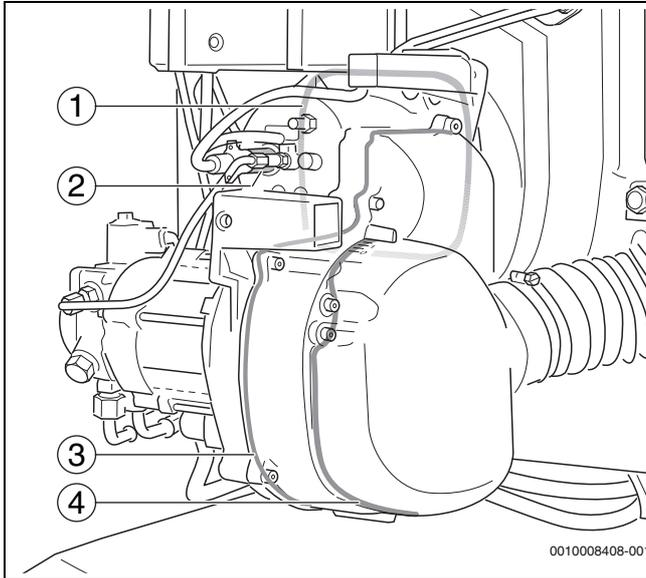

Bild 48 Zusätzliche Abdichtung
- Flachdichtung zum Brennerflansch (→Bild 48, [1])
- Halter zur Aufnahme des Flammenfühlers (→Bild 48, [2])
- Gehäuseboden mit Rundschnurdichtung (→Bild 48, [3])
- Abdichtung zum Schalldämpfer (→Bild 48, [4])